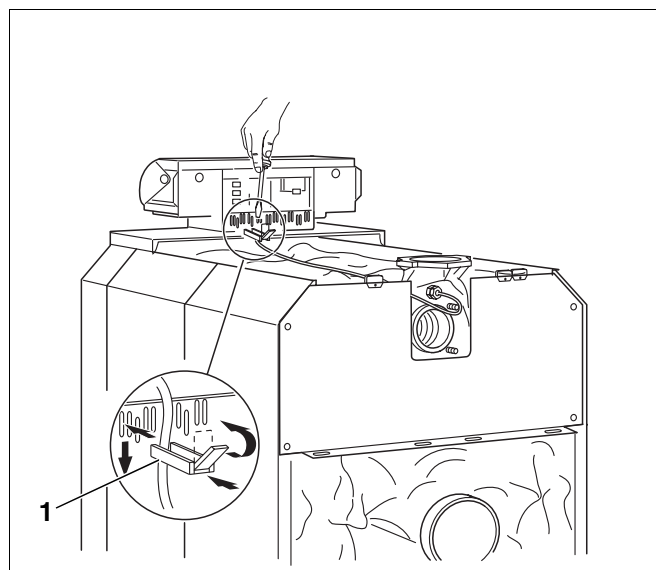

Abb. 64 Elektrische Verbindungsleitungen befestigen
- Kabelschellen mit eingelegter Leitung in den Schellenrahmen einsetzen und durch Umlegen des Hebels sichern (Abb. 64, **Pos. 1**).